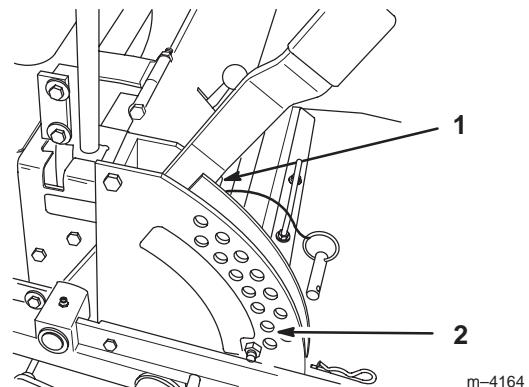

Figure 64
5. Placez deux cales de 38 mm (1-1/2") d'épaisseur sous le bord inférieur arrière gauche et droit de la tondeuse. Placez une cale de 57 mm (2-1/4") sous le bord inférieur central avant de la tondeuse. Sélectionnez la hauteur de coupe de 51 mm (2") (Fig. 64).
- Déplacez le levier de relevage du plateau de coupe à la position de transport (Fig. 64).